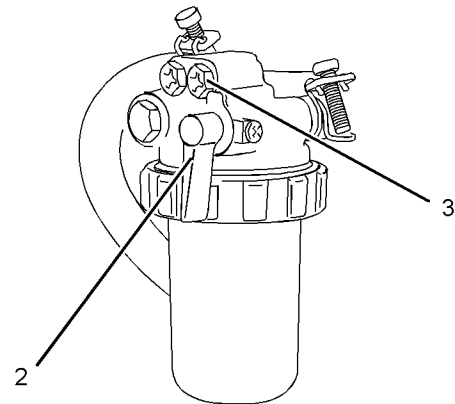
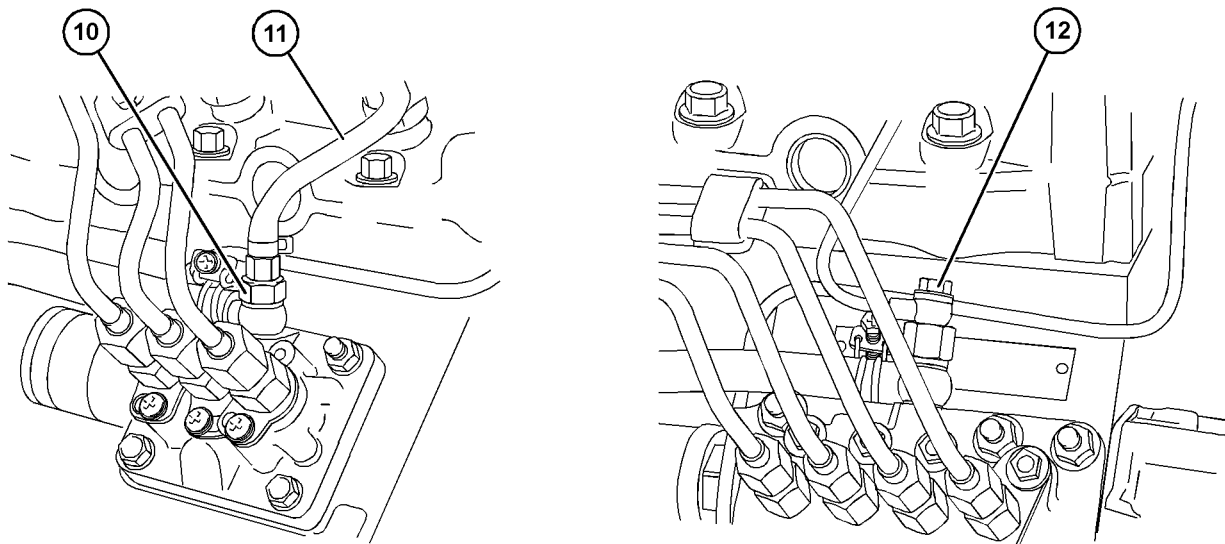

图 59
图 63
1. 确保有滤芯的燃油滤清器的燃油阀 (2) 处于接通位置。参考图 59。
3. 操作手动注油泵 (6)。当通风螺钉中流出不含气泡的燃油时，拧紧通风螺钉。
4. 松开喷油泵上的连接 (10 或 12)。参考图 63。
3. 操作直列式注油泵 (7)。当通风螺钉中流出不含气泡的燃油时，拧紧通风螺钉。
3. 操作电动注油泵 (8)。当通风螺钉中流出不含气泡的燃油时，拧紧通风螺钉。关闭电动注油泵。
3. 操作输油泵 (9)。当通风螺钉中流出不含气泡的燃油时，拧紧通风螺钉。停止输油泵。